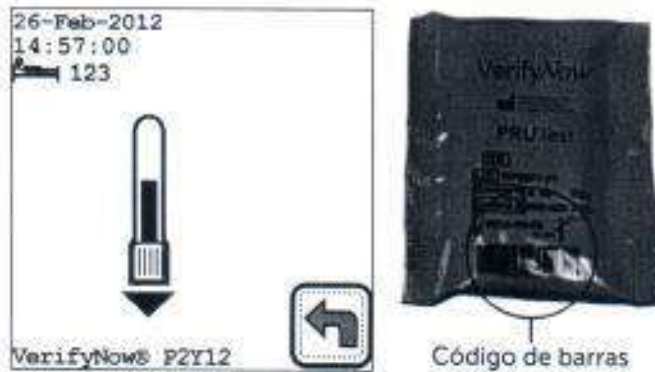

Figura 4-22 Escanear código de barras
8. Si el dispositivo de prueba es el primero de un nuevo lote, el instrumento mostrará una pantalla de código de barras cuando el dispositivo de prueba se inserte en el puerto y se lea el código de marca del dispositivo (Figura 4-22). Coloque el código de barras de la bolsa del dispositivo de prueba frente al lector de código de barras ubicado en el lado izquierdo del instrumento, de manera que el código de barras en el extremo inferior de la bolsa se alinee con la ventana del lector. Mueva la bolsa acercándola a la luz roja de lectura código de barras y alejándola de ella. Se escuchará un pitido audible cuando el instrumento lea la información. Pulse la tecla Reintentar  si no puede escanear el código de barras la primera vez.